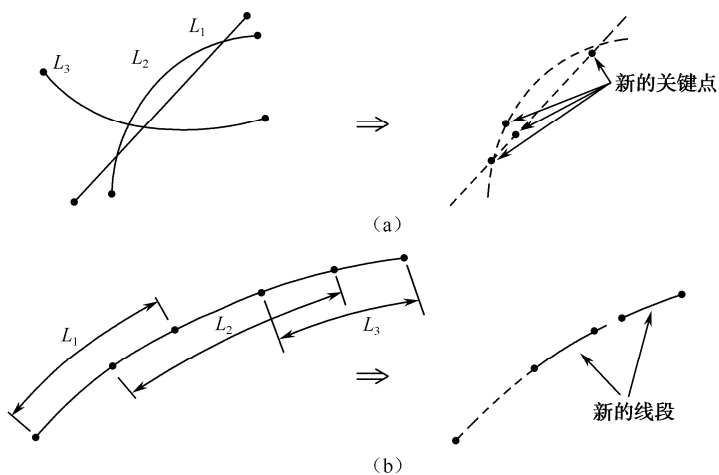

图 2-8 线的两两相交示意图
(7) 线的两两相交：生成新的点或线，其示意图如图 2-8 所示。